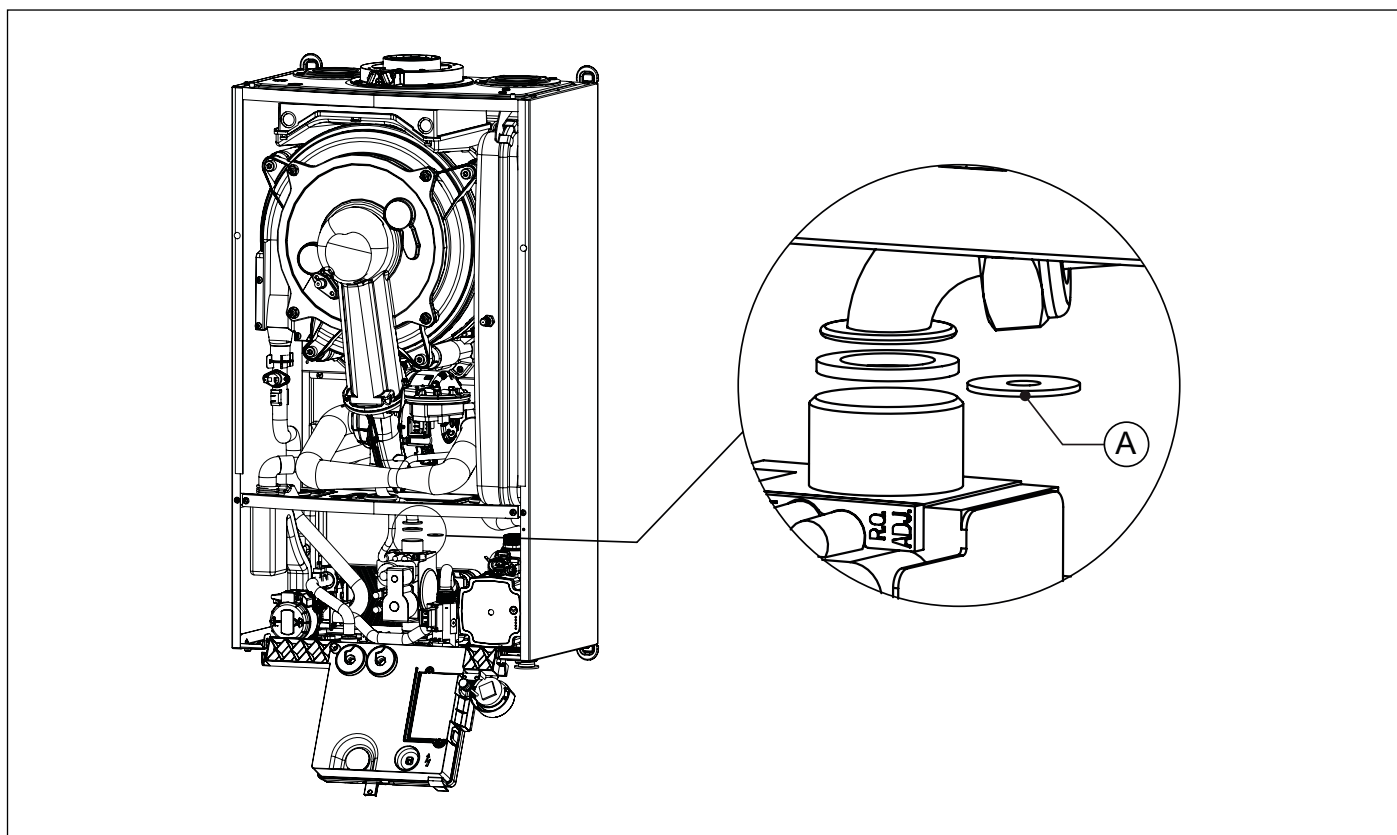

Fig. 25 Înlocuirea diafragmei de gaz
- Deconectați teava de pe vana de gaz (consultați Fig. 25 Înlocuirea diafragmei de gaz).
- Înlocuiți diafragma de gaz (A) cu diafragma nouă de gaz (consultați Fig. 25 Înlocuirea diafragmei de gaz și Tab. 11 Diametrul diafragmelor de gaz (mm)).